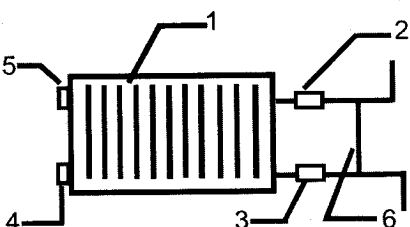

Рис. 1 Для однотрубных систем
3.3. Вентили, устанавливаемые на входе/выходе (см. рис. 1, поз. 2-3) предназначены для терморегулирования теплоотдачи радиатора и отключения радиатора для:
3.4. При установке в однотрубную систему обязательно наличие байпасной перемычки (см. рис. 1, поз. 6). Она стабилизирует работу системы отопления и позволяет осуществлять регулировку теплоотдачи вашего радиатора вентилем независимо от теплоотдачи радиаторов, расположенных на других этажах (см. рис. 1, поз. 2).
3.6. В случае необходимости слива воды из системы отопления следует отключить радиатор от системы отопления при помощи вентиля 2 и 3 (см. рис. 1, 2). Это предотвратит попадание воздуха внутрь и позволит избежать преждевременного выхода из строя радиатора. При установке радиатора в открытые городские сети теплоснабжения операция отключения радиатора на случай опорожнения и слива воды из системы является **обязательной**.